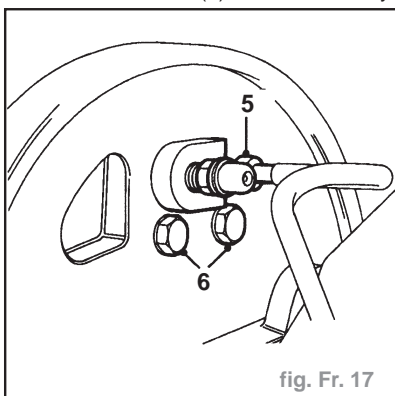

fig. Fr. 17
- Débrancher le raccord union (5) de tuyau du cylindre de roue (fig. Fr. 17).